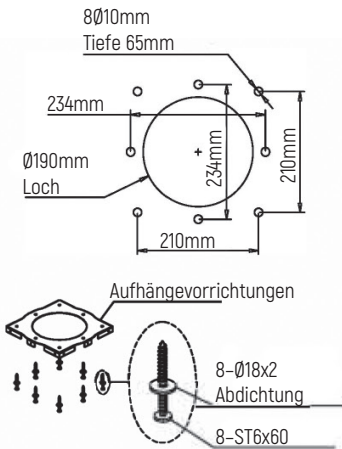

Abb. 1
1. Achten Sie auf eine ordnungsgemäße Installation, befestigen Sie die Aufhängestützen in ihrer Position und prüfen Sie, ob die Installation fest und eben ist. Siehe Abbildung 1.